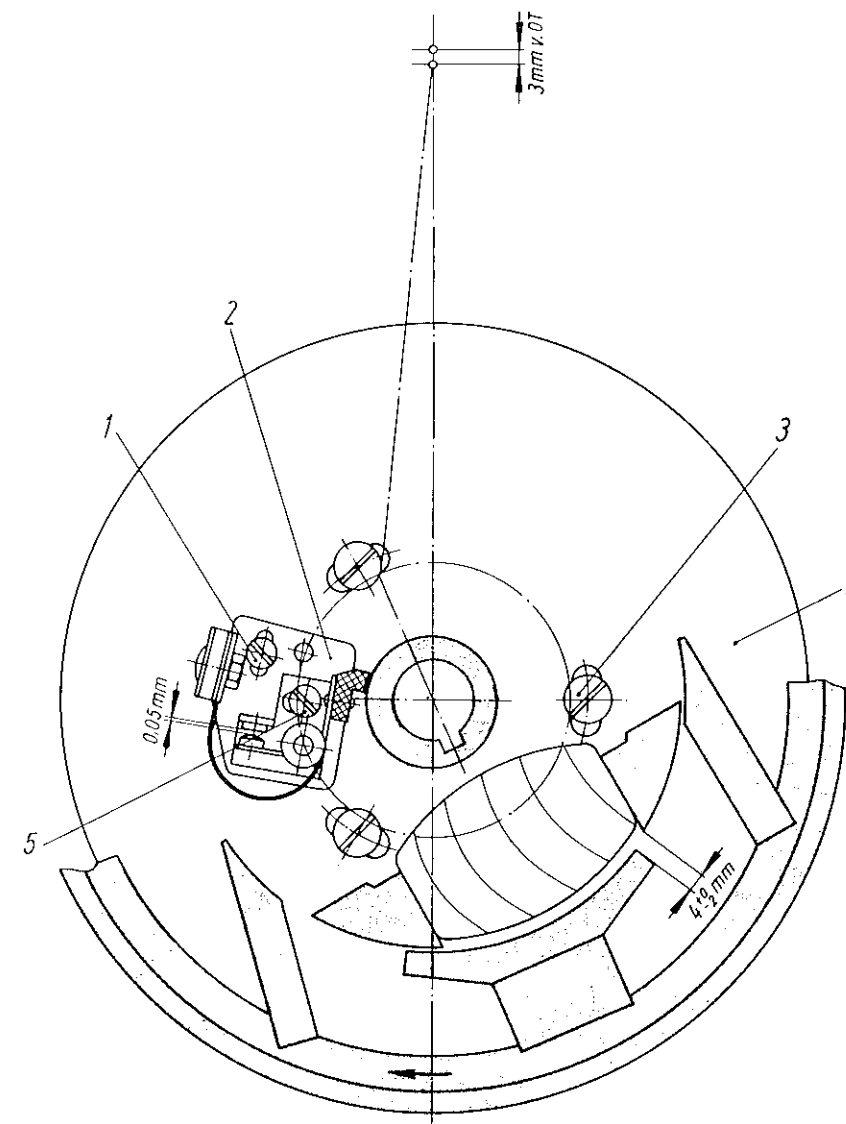

Bild 28. Einstellen der Zündung
3. Wie aus Bild 28 ersichtlich, beträgt der Ankerabriß, welcher als weiteres eingestellt wird, 4 mm, und darf 2 mm nicht unter-